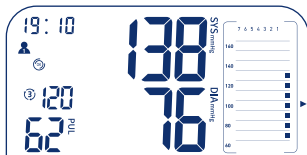

Figura 8
- Al termine della misurazione, il risultato della misurazione viene visualizzato sul display. Nella parte destra del display compare un diagramma a barre che indica i risultati delle misurazioni singole. La misurazione corrente viene visualizzata nella colonna di destra. (Figura 8).
- È prevista una pausa di 2 minuti per evitare un'eccessiva interruzione del flusso sanguigno nel braccio. Accanto al simbolo di misurazione tripla  un orologio misura il tempo, da 120 secondi a 0 (Figura 8).